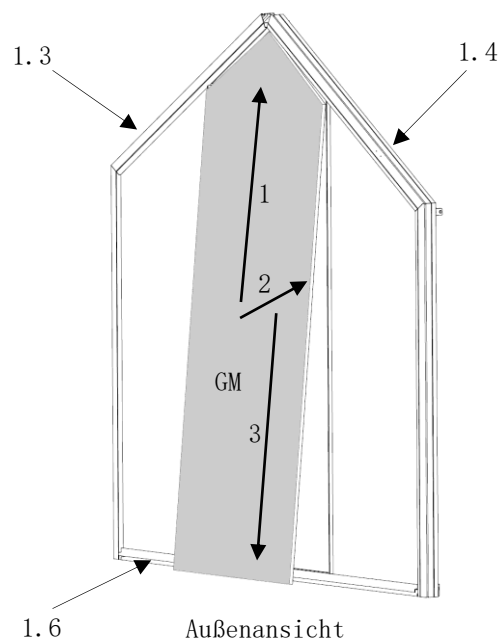

Abb. 84
3. in das Bodenprofil (Pos. 2.10) gestellt. (Abb. 84)